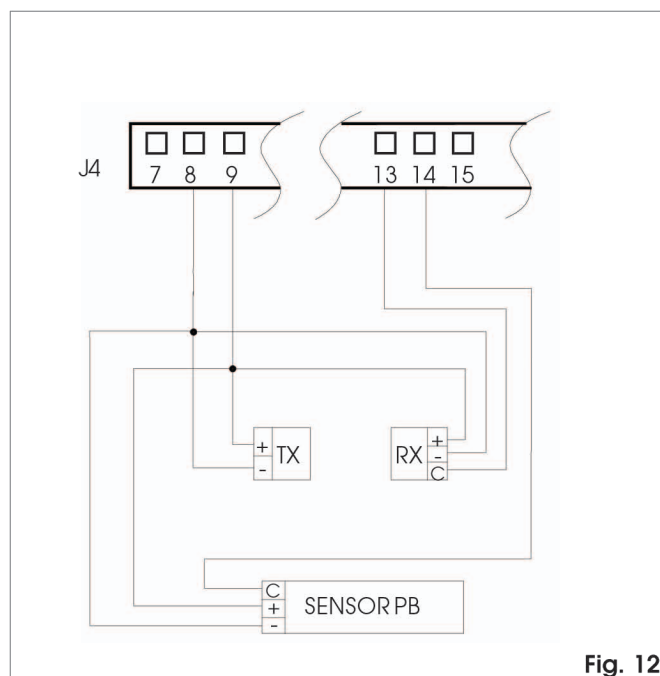

Fig. 12
- ① **Zekering F1** 4AT/230Vac - 5x20
- ② **Connector J1** Secondair, transformator - fig. 12
- ③ **Connector J2** Snelconnector van de functiekeuzeschakelaar Handbediening/Nacht, Open, Automatisch
- ④ **Connector J3** Verbinding programmeerunit KP-Controller